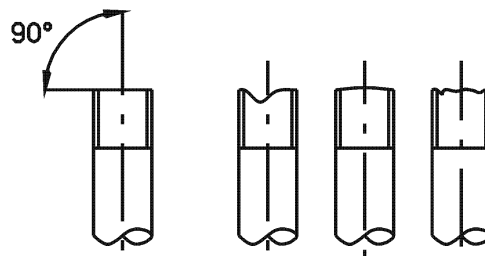

Fig. 23. Cortando en tubo
- A. Corte el tubo en el cual el ensanchamiento debe ser realizado con un corta tubos; asegúrese de que el corte sea perpendicular al eje del tubo y esté limpio de detritos (ver Fig. 23).